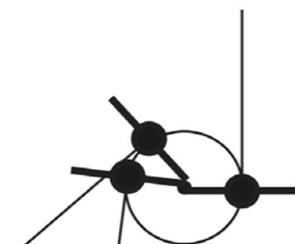

Figure 4.3.6.i
- h) La técnica de pilotaje correcta, consiste en caminar un círculo en el centro del círculo central de 3 m de radio, con el punto central permaneciendo a la par del hombro izquierdo del piloto, excepto cuando se abra espacio para un piloto que sobrepasa (Fig 4.3.6.i).
- ii) las líneas permanecen perpendiculares a los hombros del piloto. Cuando un piloto se ubica de forma correcta, las líneas forman una tangente con el círculo que se camina (Fig 4.3.6.i) y